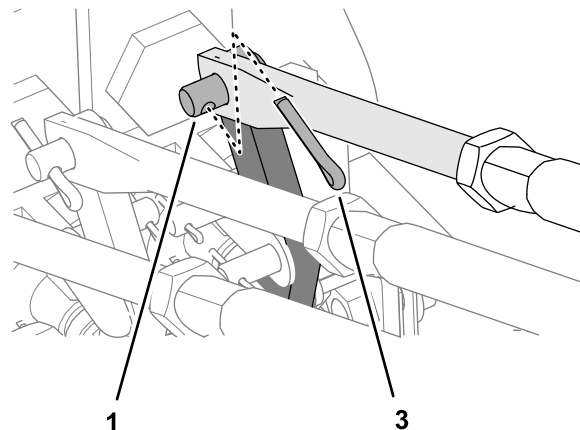

Figure 32
- Sur la vanne de commande, fixez la biellette de la tige de commande sur le levier de commande à l'aide d'une goupille fendue (Figure 32).